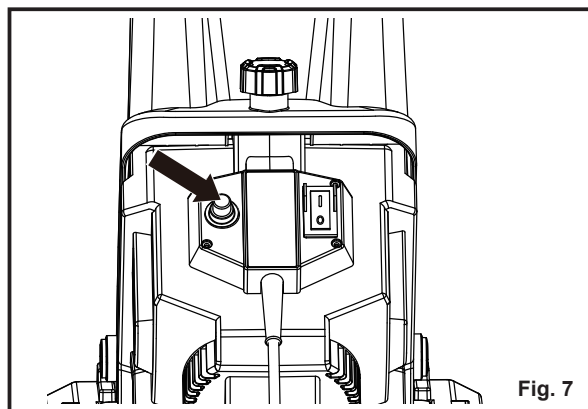

Fig. 7
- Vuelva a enchufar la astilladora. Pulse el botón de reinicio del motor. A continuación, encienda la astilladora (Fig. 7).